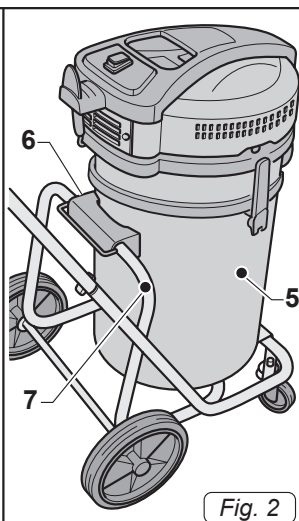

Fig. 2
- Coloque la carcasa (5 Fig. 2) en el carrito, fijando el soporte en el plástico (6 Fig. 2) de la varilla (7 Fig. 2) del carrito.